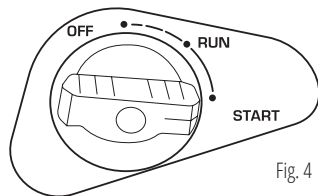

Fig. 4
4. Gire el mando del estérter de aire a la posición «OFF» (fig. 4).